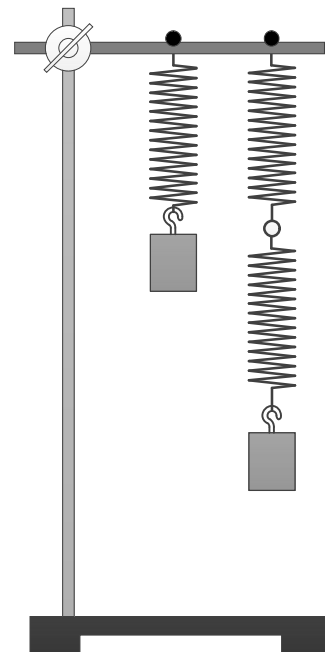

Рис. 8
1. Для демонстрації використовується установка, зображена на рис. 8. До